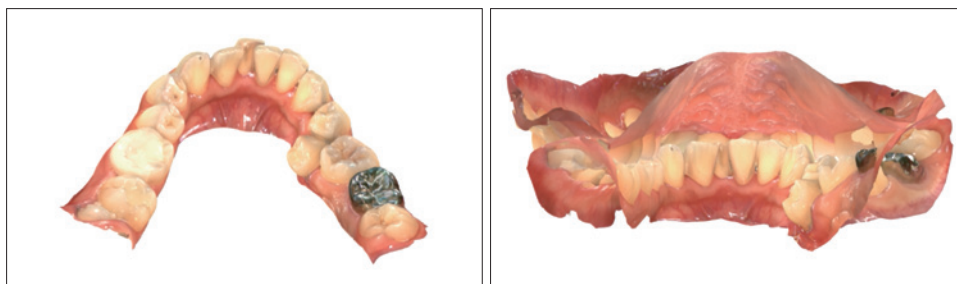

図7 患者さんを強く惹きつける、3次元データの舌側方向からの観察。
**吉久保** 大事なのは見せ方の工夫だと考えています。初診時の説明を例に挙げると、最初は日常的に見慣れている正面から自分の歯を見せ、それから画面を見てもらいながら回転させていき、舌側方向からの状態も見せます。この舌側からの見た目は患者さんが体験したことのないものなので、興味を惹ける推しポイントです（図7）。そのほか、下からあおるような角度であったり、噛み合わせた状態の側面観であったり、普段患者さんが見られない様子を強調して、関心につなげることを意識しています。そして全体を見せ終わったら、いよいよ主訴の部分にズームして本題に入っていく、といったやり方をしています。